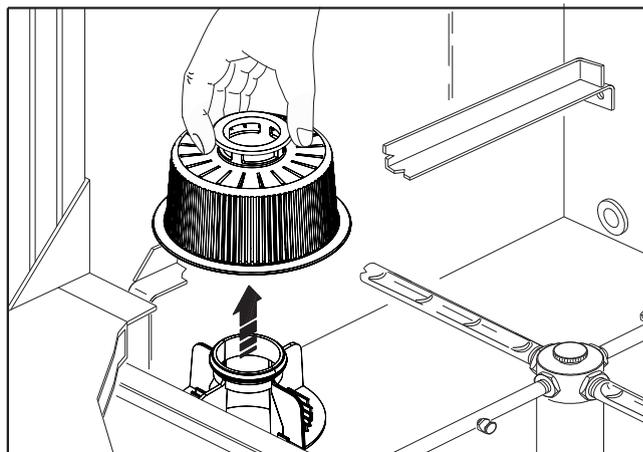

Fig. 17
5. Togliere e pulire il filtro pompa di lavaggio (fig. 17) ed eventuali filtri vasca, se presenti
9. Togliere e pulire il filtro pompa di lavaggio (fig. 17) ed eventuali filtri vasca, se presenti